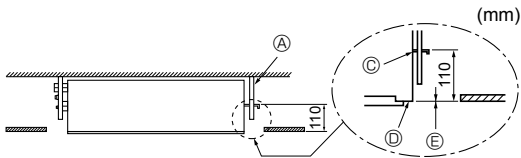

Fig. 2-9
5. Serrare tutti i dadi. (Fig. 2-9)
- ⑧ Bullone di sospensione (3/8" o M10)
- ⑨ Tubo di plastica trasparente
- ⑩ Parte inferiore della staffa
- ⑪ Fissare il pannello anteriore qui.
- ⑫ Far sì che queste superfici siano a livello fra loro (0 - 3 mm).